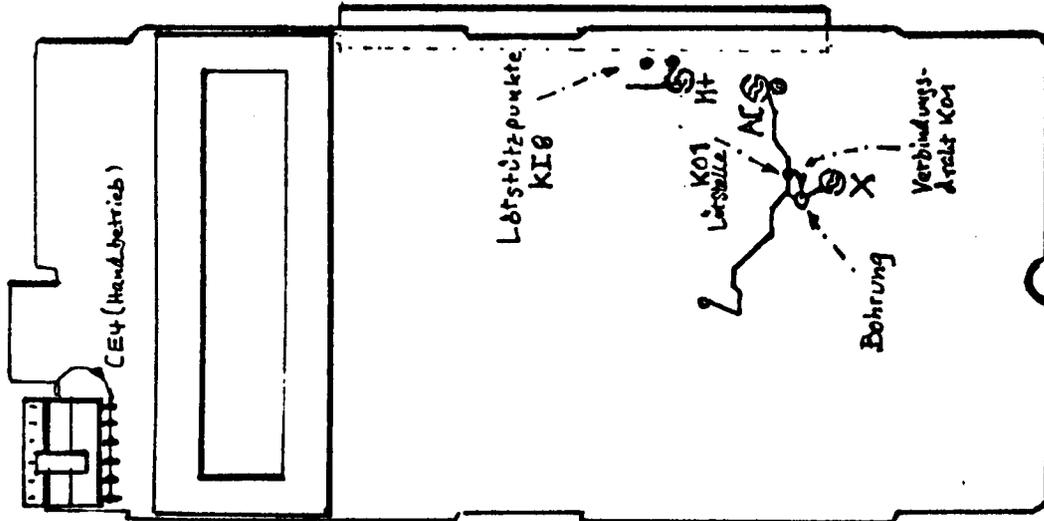

Fig. 4 602-Platine mit Buchsenleiste fuer Block-Switching: Rueckseite
- Lötstellen KI8 auf der Seite der Tastenkontakte mit Isolierstreifen abdecken (Tastkontakte M+ freilassen!) (siehe Fig. 4).
- Auf Platinenrückseite an KO1-Leiterbahn Draht anlöten und durch eingezeichnete Bohrung nach der Platinenvorderseite ziehen (Fig. 4, 3).